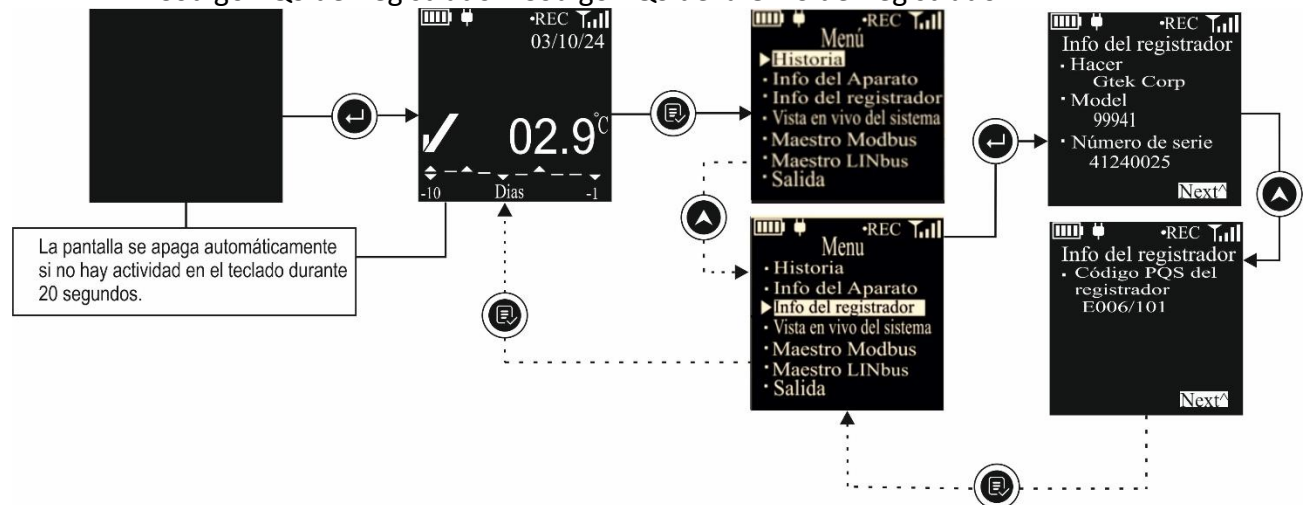

Figura 22 Menú de información del registrador
- Acceda al Menú principal y seleccione la opción Información del registrador según los pasos que se muestran en la figura 22.
Nota: La información que se muestra en la figura 22 es sólo a modo de ejemplo.